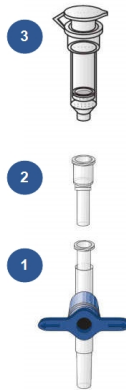

Abbildung 2. Zusammenbau der Komponenten des QIAamp DSP DNA Blood Mini Kits für die Vakuumverarbeitung von Proben.
Stellen Sie sicher, dass Sie die QIAamp Mini Spin-Säule, den VacConnector (VC) und das VacValve korrekt einrichten (siehe Abbildung 2).